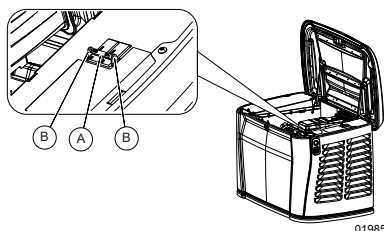

Figura 3-4. Disjuntor da linha principal (MLCB)
Consulte Figura 3-4. Este é um disjuntor da linha principal (MLCB) (desconexão do gerador) (A) de 2 polos, classificado de acordo com as especificações relevantes.